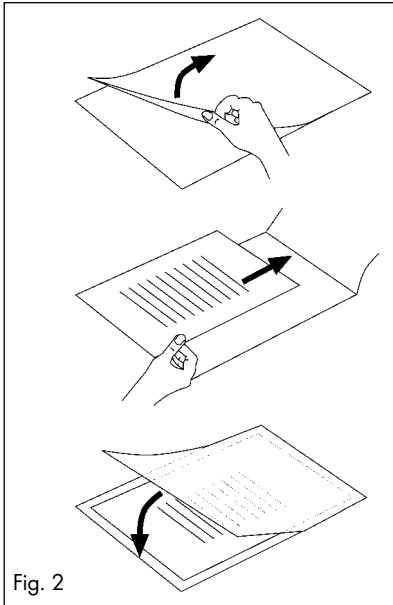

Fig. 2
- ▶  Sørg for kun at bruge én folie til laminering. Klap den op på forhånd som vist på f.eks. fig. 2.